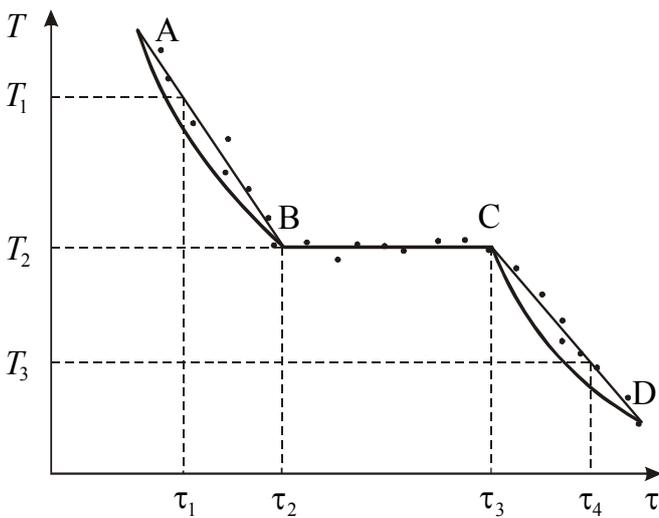

Рисунок 1
где  $\tau_3 - \tau_2$  – длительность процесса кристаллизации (рис. 1).
Метод определения скорости теплоотдачи состоит в следующем. После того, как металл в тигле расплавится и достигнет температуры, превышающей на  $20 - 30^\circ$  температуру плавления, печь выключают и через равные промежутки времени фиксируют показания милливольтметра. По градуировочному графику, приведенному на рабочем месте, находят соответствующие этим показаниям значения температуры. Затем строят график зависимости температуры от времени, примерный вид которого приведён на рис. 1.
5. Определить по графику температуры  $T_1$  и  $T_3$ . Для этого отложить от точек В и С влево и вправо равные отрезки  $\tau_2 - \tau_1$  и  $\tau_4 - \tau_3$  (см. рис. 1).
6. Рассчитать удельную теплоту плавления олова по формуле (9).
7. Рассчитать скорость теплоотдачи по формуле (2).
3. Каким агрегатным состояниям соответствуют участки АВ, ВС, СД на графике, приведённом на рис. 1?